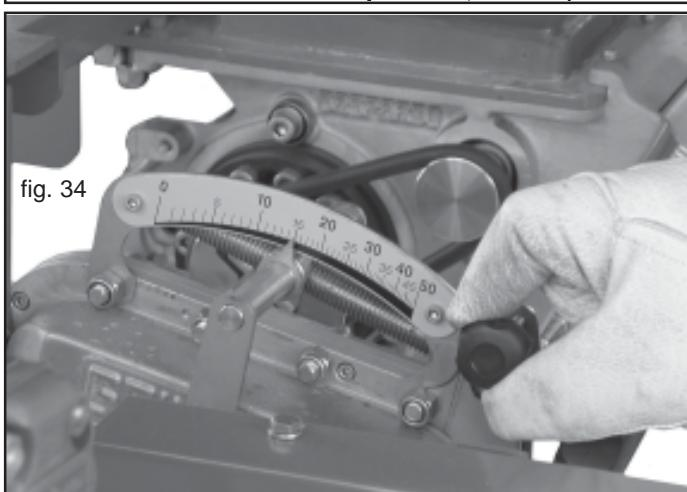

fig. 34
- 6) Desserrer la vis de fixation placée sur le réglage de la boîte de vitesse (Fig. 34)...